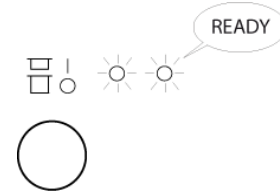

Abb. 28
- Die Aufheizungsphase ist beendet, wenn die GRÜNE Kontrolllampe in der Position "E" - Spülmaschine ist zum Waschen bereit - aufleuchtet. (Abb. 28)